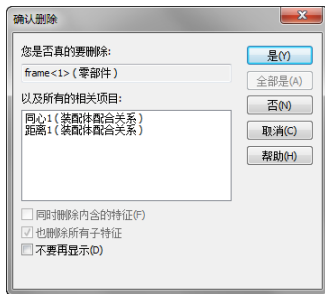

图 8-5 [确认删除] 对话框
3. 此时系统会弹出 [确认删除] 对话框，如图 8-5 所示。单击 [是] 按钮，将会从装配体中删除该零部件（并不影响原零件）及其所有相关的项目（配合、爆炸步骤等）。